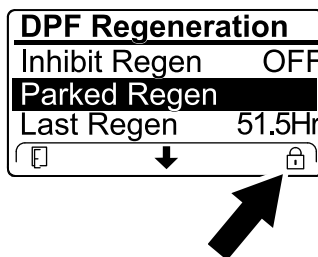

Figure 42
- Si le calculateur moteur demande une régénération d'urgence ou est en train d'en exécuter une, et que vous naviguez jusqu'à l'option PARKED REGEN, la régénération en stationnement se bloque et l'icône de blocage (Figure 42) apparaît en bas à droite de l'InfoCenter.